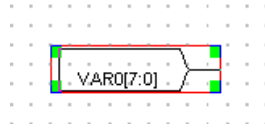

Figura 9.13. Simbolul grafic al unui vector cu numele și dimensiunea implicită.
2. Se deplasează cursorul deasupra unei zone libere de pe ecran și se execută un clic cu butonul din stânga. Va apărea simbolul unui vector cu numele implicit VAR_n , unde n este un întreg, și cu dimensiunea implicită 8 (Figura 9.13). Dimensiunea este indicată prin domeniul biților, sub forma $[7:0]$.
În cazul în care opțiunea *Show Logic Graphics* din meniul *View* este dezactivată, în locul simbolului grafic al vectorului se afișează un dreptunghi conținând definiția vectorului. De exemplu, vectorul din Figura 9.13 are definiția următoare: